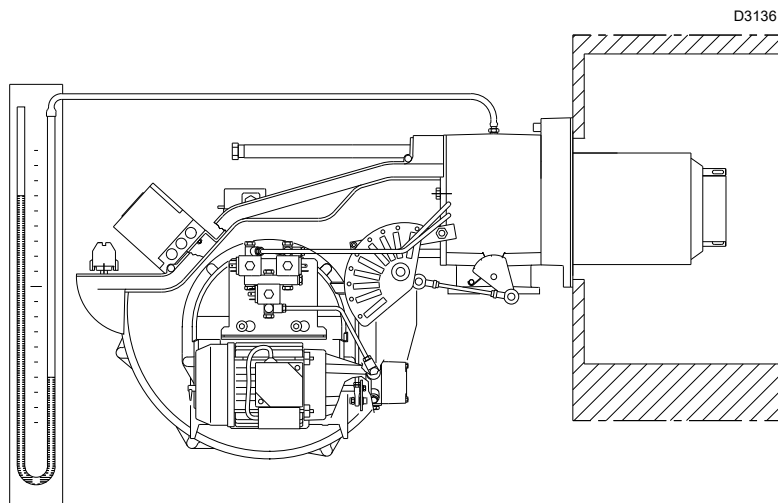

Рис. 33
- Установіть U-подібний манометр або диференціальний манометр (Рис. 33): трубка (+) в точці контролю тиску газу на трубній муфті, а трубку (-) у камері згоряння.
Надходження газу до трубної муфти перевіряється за U-подібним манометром (Рис. 33).
Як орієнтир це значення можна взяти з Табл. К на сторінці 27. Просто перегляньте тиск газу на U-подібному манометрі (див. Рис. 33 на сторінці 32) та дотримуйтесь інструкцій.